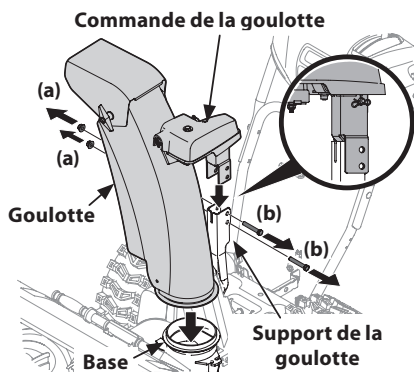

Figure 2-27
1. Retirez les contre-écrous et les vis hex. qui se trouvent sur le support de la goulotte. (deux clés sont nécessaires pour cette étape). Voir Figure 2-27.
2. Placez la goulotte sur sa base et commande de la goulotte sur support. Voir Figure 2-27.